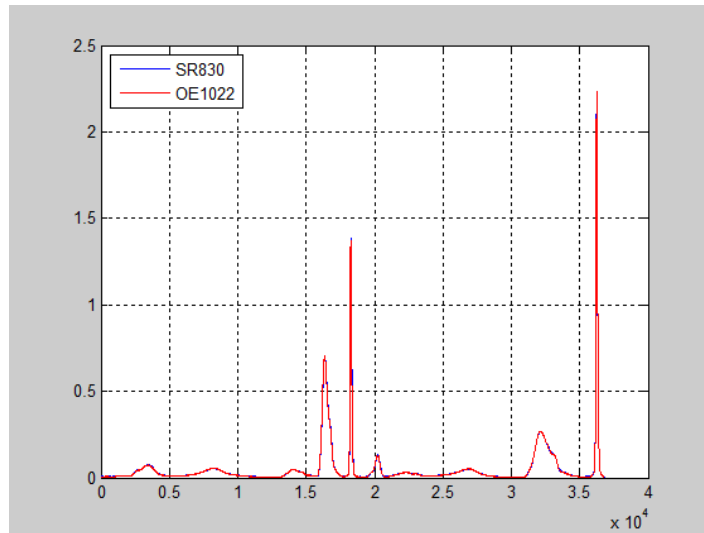

图87. 两台锁放测得的光谱曲线对照图
5. 将 OE2012/OE2022 替换为 SR830，在相同的参数设置下进行同样的光谱测量实验，得到的光谱曲线对照图 87 如下：